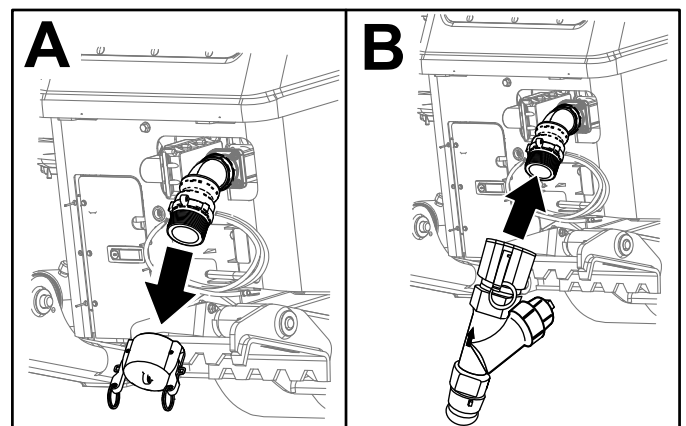

Figure 63
1. Enlevez le bouchon d'entrée de la pompe (encadré A de Figure 63).
2. Placez le filtre en Y en face du filetage de la pompe (encadré B de Figure 63).